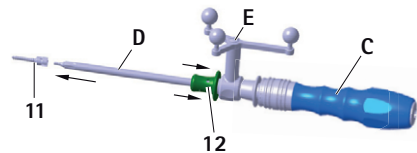

Fig. 9 Recoger el tornillo S⁴C con el destornillador S⁴C.
- Retraer y sostener el casquillo de sujeción 12 en el destornillador S⁴C D, ver Fig. 9.